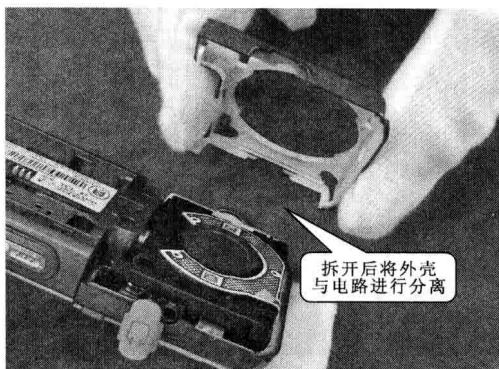

图 1-17 拆卸步骤⑪
步骤⑪ 取下外壳，与电路板进行分离，在使用操作过程中，常使用手机 SIM 卡作为撬具，如图 1-17 所示。